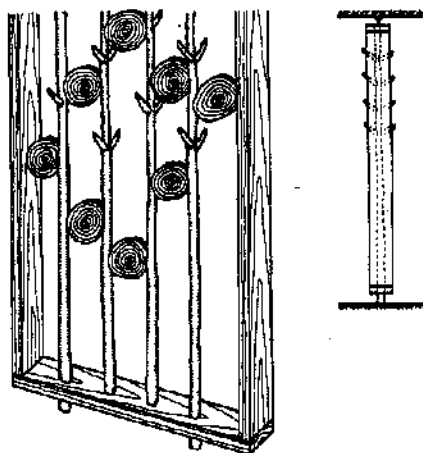

Рис. 189. Перегородка-вешалка
**Перегорodka-вешалка.** Оригинальную перегородку-вешалку для прихожей можно сделать из стволиков деревьев с сучьями (рис. 189), которые используем в почти первоизданном виде. С помощью такой перегородки-вешалки можно сделать так, чтобы длинная прихожая казалась уже, а квадратную разделить и создать интересный интерьер.